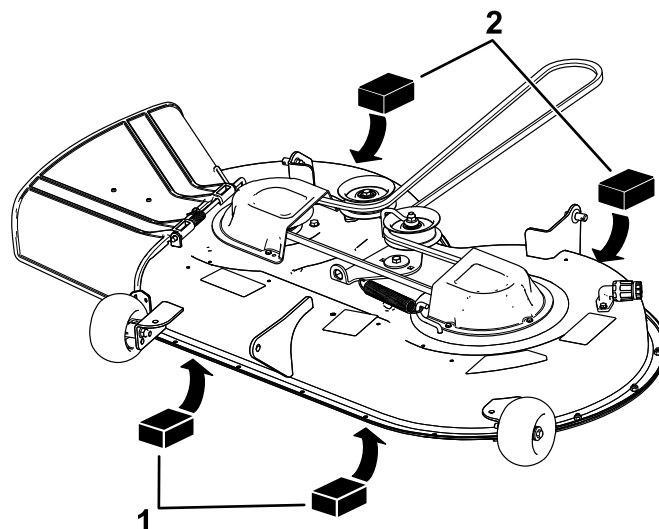

Figure 63
4. Placez deux cales de 6,6 cm (25/8 po) d'épaisseur chacune sous chaque côté du bord avant du tablier de coupe, mais pas sous les supports des galets anti-scalp (Figure 63).
5. Placez deux cales de 7,3 cm (27/8 po) d'épaisseur chacune sous le bord arrière de la jupe du tablier de coupe, une de chaque côté (Figure 63).